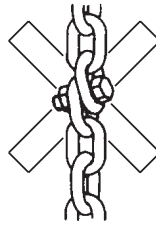

Fig. 7
- Non collegare od accorciare la catena di carico con bulloni, viti, cacciaviti o altri dispositivi (Fig. 7). Non riparare la catena di carico installata sul paranco;